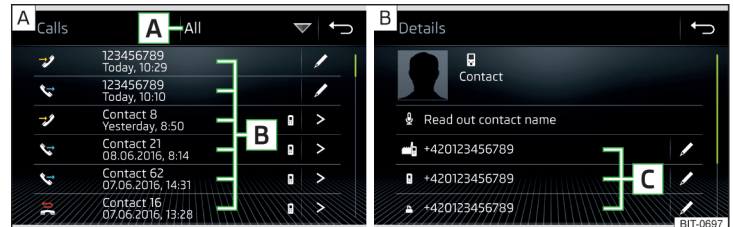

Abb. 148 Anrufliste / Kontaktdetail
- › Im Hauptmenü *Telefon* die Funktionsfläche antippen, es wird eine Anrufliste angezeigt » Abb. 148 - [\[A\]](#).
- > Anzeige des Kontaktdetails » Abb. 148 - [\[B\]](#)